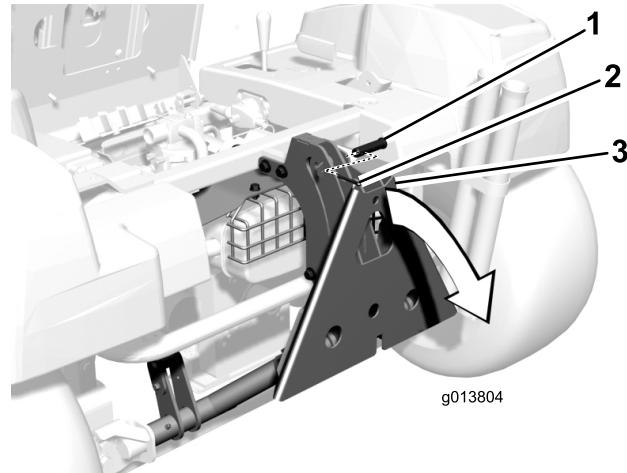

Figura 2
- Retire o contrapino e passador de forquilha que prendem a estrutura do adaptador QAS à placa do cilindro e rode a estrutura do adaptador afastando-a da máquina (Figura 2).